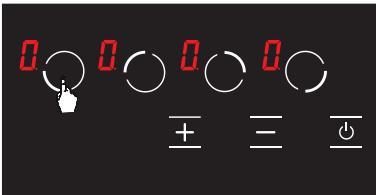

Abbildung 9
2. Die entsprechende Kochplatten-Auswahltaste wird einmal berührt. Bei der ersten Berührung erscheint das **0** Symbol. (siehe Abb. 9)